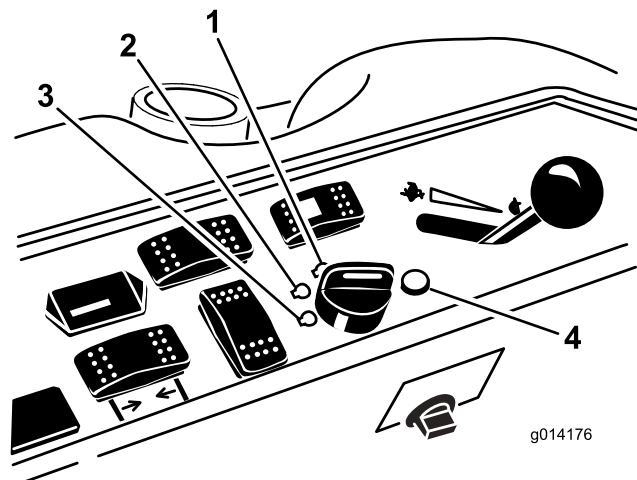

Figura 16
- Gire la llave de contacto en el sentido de las agujas del reloj a la posición MARCHA (Figura 16).
3. Gire la llave de contacto a la posición DESCONECTADO (Figura 16). Espere a que se detengan todas las piezas en movimiento antes de abandonar el puesto del operador.